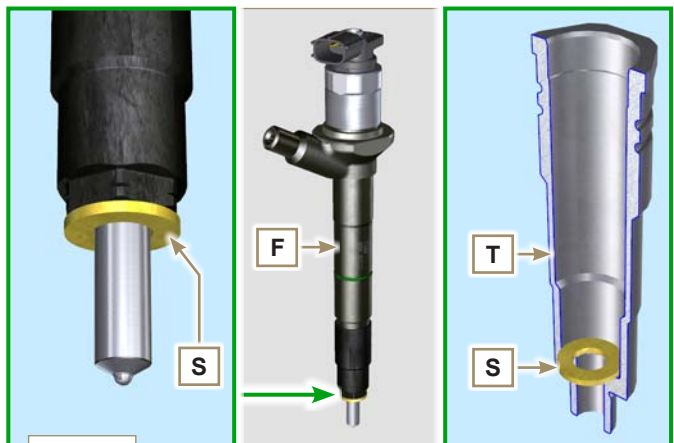

Fig. 6.6
- 4 - Überprüfen, dass sich die Dichtung **S** noch in der korrekten Position befindet (**Fig. 6.6**). Falls nicht, diese aus dem Innenraum der Hohlbohrung des Elektro-Einspritzventils **T** herausnehmen.